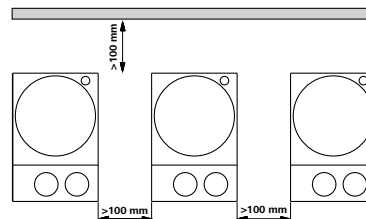

Рис. 3
- Соблюдайте минимальные расстояния между устройствами, между устройством и стеной и над устройством (мин. 800 мм), см. рис. 3.